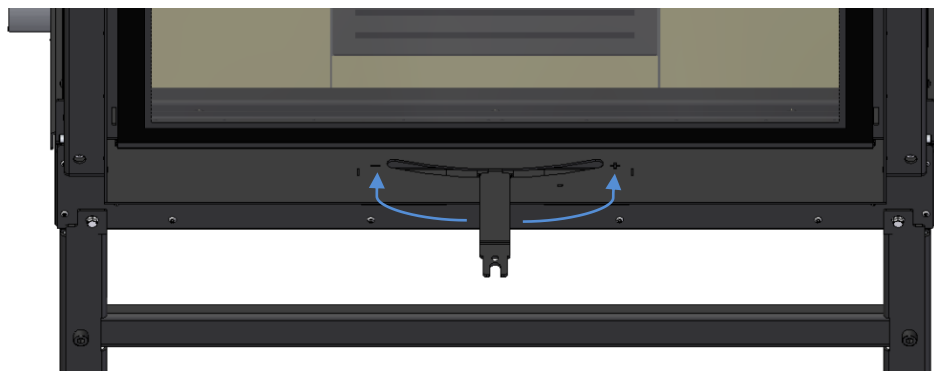

Figura 35
Para abrir os registos de ar – Deslizar o regulador para o lado direito (referenciado com o símbolo “+”) com a chave que vem no equipamento, durante a fase de acendimento e maior consumo de lenha, ver Figura 35.
- a) Abrir o regulador de ar de combustão, deslocar o regulador de combustão para a posição “+” (ver Figura 35).